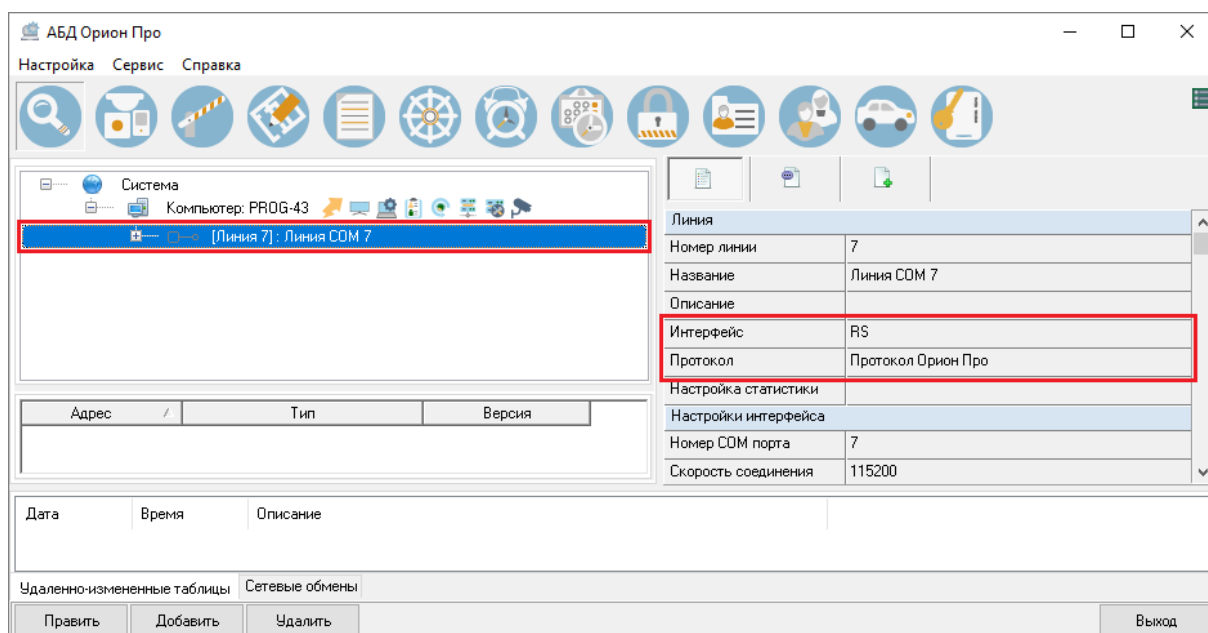
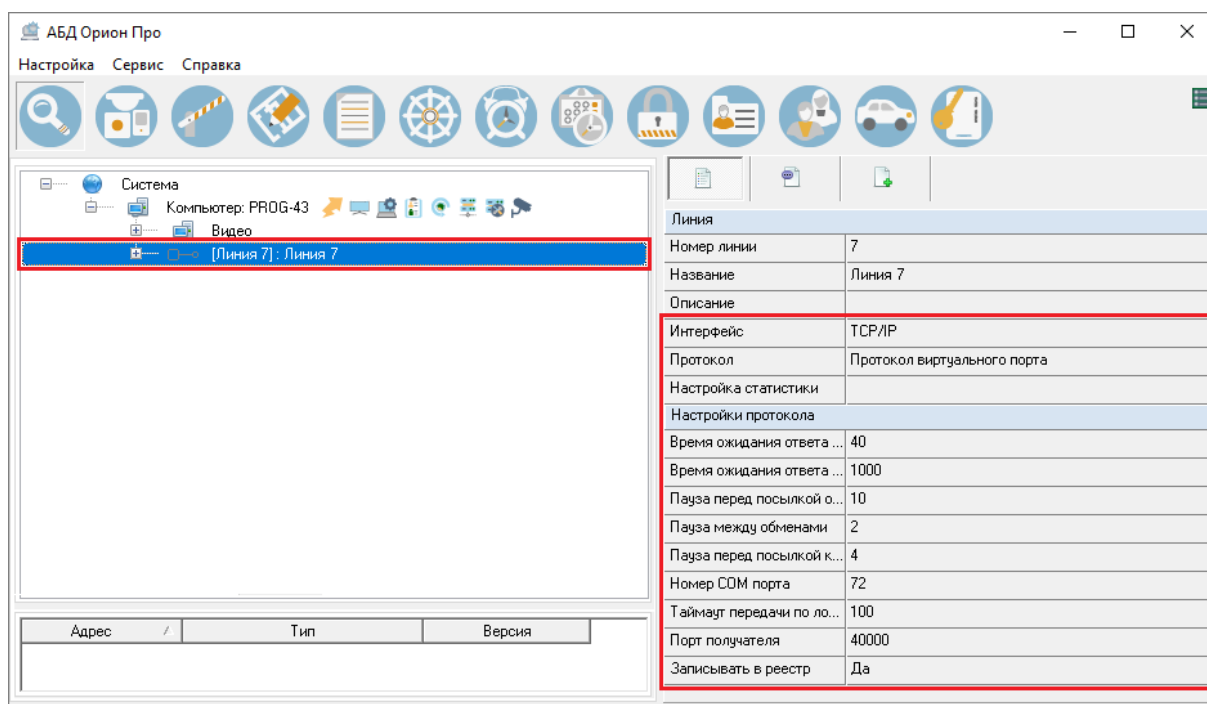
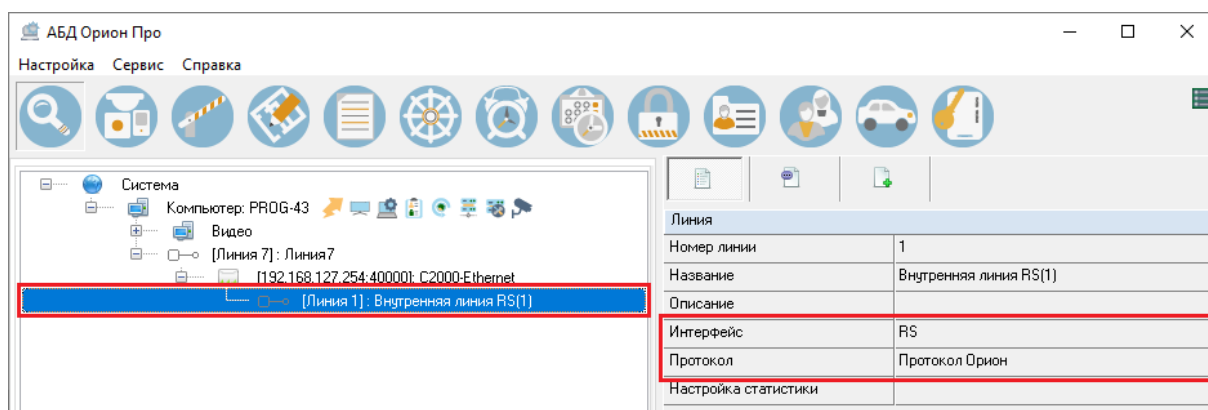

Рисунок 6-74 Виртуальный COM-порт в АБД с поддержкой линий после перехода с версии АБД без поддержки линий
Рисунок 6-82 Измененные настройки линии после ее преобразования мастером изменения протокола
Рисунок 6-84 Настройки внутренней линии прибора C2000-Ethernet
Частным случаем необходимости преобразования линии с интерфейсом RS и протоколом «Орион» или «Орион Про» является переход с версии АБД без поддержки линий (до версии 1.20.3.5) на версию с поддержкой линий, т.к. конфигурации с настройкой подключения через виртуальный порт переносятся в АБД как прямое соединение по интерфейсу RS (см. Рисунок 6-74).
- В настройках глобальных свойств линии, для которой ранее был задан интерфейс RS и протокол «Орион» или «Орион Про» (см. Рисунок 6-74), интерфейс и протокол изменятся на «TCP/IP» и «Протокол виртуального порта» соответственно (см. Рисунок 6-82);
- В настройках протокола для линии появятся настройки, соответствующие протоколу виртуального порта (см. Рисунок 6-82). Откорректируйте эти настройки при необходимости (см. п. 6.3.1.2.4.2.2);
- Для прибора C2000-Ethernet появится внутренняя линия (см. Рисунок 6-84) с интерфейсом RS и протоколом, соответствующим тому протоколу («Орион» или «Орион Про»), который был у преобразовываемой линии (см. Рисунок 6-74);